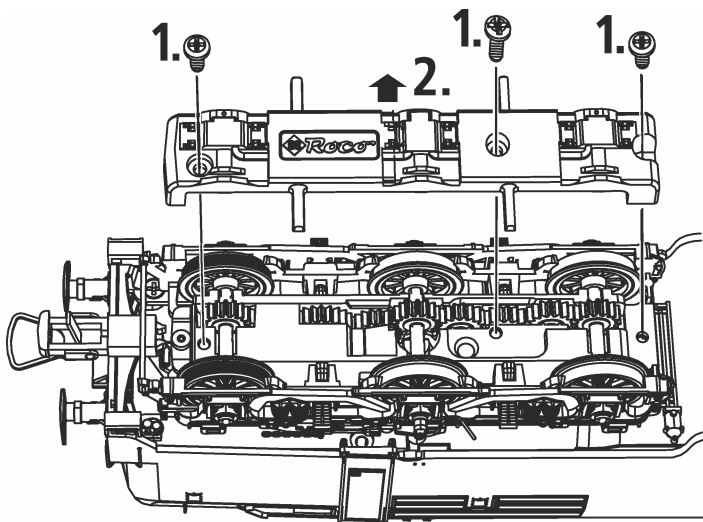

Fig. 3
1. Reinigung der Radstromkontakte: Radstromkontakte können auf unsauberen Schienen leicht verschmutzen. Bitte **entfernen Sie vorsichtig** mit einem kleinen Pinsel **den Schmutz** an den in Fig. 6 gekennzeichneten Stellen. Bitte zuerst das Lokgehäuse abnehmen (Fig. 3).
2. Schmierung: Versehen Sie die im Schmierplan in Fig. 7 gekennzeichneten Stellen mit nur **kleinen Öltropfen**. Dazu zuerst das Lokgehäuse abnehmen (Fig. 3). Wir empfehlen den **ROCO-Öler** Art. Nr. **10906**. Zur Schmierung der Getriebeteile (Zahnräder, Schnecke) empfehlen wir das **ROCO-Spezialfett 10905**. Im Falle der Schmierung diese Teile bitte nicht ölen.
4. Kohlebürstenwechsel: Lokgehäuse abnehmen (Fig. 3). Danach wird der **Motor ausgebaut** und die **Kohlebürsten ausgewechselt** (Fig. 9).
goutte aux endroits indiqués par le plan de graissage (fig. 7) après avoir démonté la caisse (fig.3). Nous vous recommandons le **graisseur à huile ROCO réf. 10906**. Pour graisser les engrenages (roues dentées, vis sans fin) nous vous conseillons la **graisse spéciale Roco ref. 10905** pour engrenages en matières synthétiques. Lorsque vous utilisez cette graisse il faut éviter d'huiler ces composants.
Démontez la caisse (voir fig 3). Démontez ensuite le moteur et échangez le balais (fig. 9).
1. Schoonmaken van de wielcontacten: Verwijder de lochuis (fig. 3), en verwijder met een penseel het vuil van de in fig. 6 aangegeven plaatsen.
2. Het smeren: Op de aangegeven punten slechts een enkel oliedruppeltje (Fig. 7). Daartoe wel eerst het lochuis verwijderen (Fig. 3). Wij adviseren **Rovo-smeerolie art. 10906**. Voor het smeren van de aandrijving (tandwielen, wormwielen, etc.) adviseren wij **Roco-smeervet art. 10905**. Let op. Geen olie gebruiken waar smeervet zit
4. Het vervangen van de koolborstels: Loc-kap verwijderen (Fig. 3). Daarna tilt u de motor eruit en kunt u de borstels vervangen (Fig. 9).